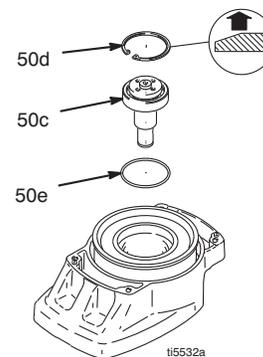

FIG. 5
7. FIG. 5. Enlever la bague de fixation (50d).
7. FIG. 5. Enfoncer l'arbre du pignon (50c) en tapotant dessus avec un maillet de plastique.